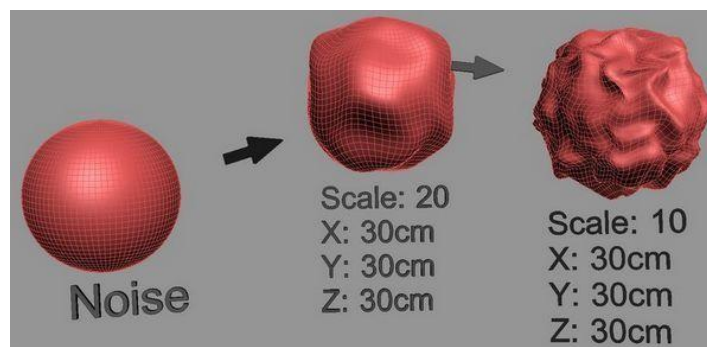

Рисунок 74. Применение модификатора Noise
8. Noise. Создает шумы или неровности. Задается размер и деформация по осям (Рисунок 74).